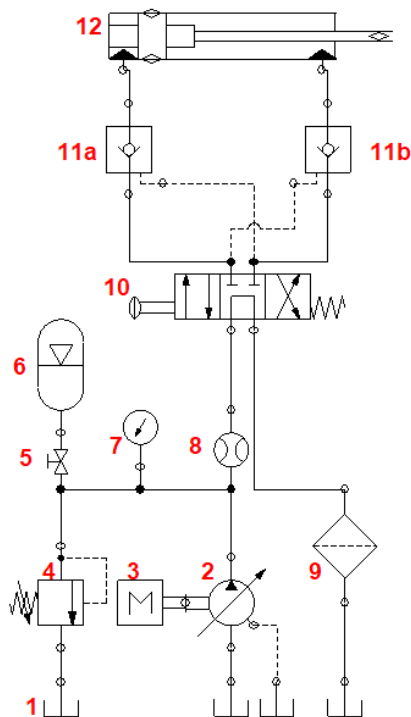

Figure 1
**1)** Le schéma ci-dessous (**Figure 1**) représente le circuit d'une installation hydraulique utilisée pour commander un vérin.